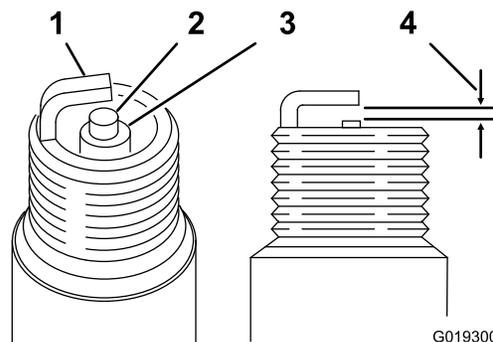

Figure 31
3. Réglez l'écartement des électrodes entre 0,70 et 0,80 mm (Figure 31).
Écartement : 0,70 à 0,80 mm; Voir Figure 31